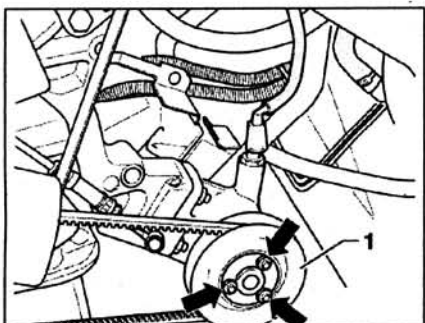

Рис. 7.28. Открутите болты крепления (стрелки) крышки шкива 1 ремня привода вакуумного насоса.
2. Открутите болты крепления (стрелки) крышки шкива 1 ремня привода вакуумного насоса (рис. 7.28).